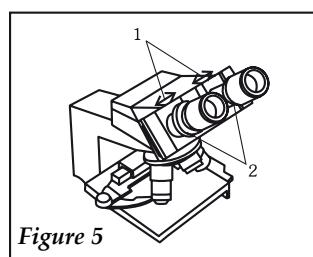

Figure 5
a) La distancia interpupilar (fig. 5): Regule la distancia interpupilar separando ó juntando los oculares hasta conseguir una total fusión de las dos imágenes.
- a) La distance interpupillaire (fig. 5): Régler la distance interpupillaire en mouvant les oculaires jusqu'à réussir à avoir une fusion totale des deux images.